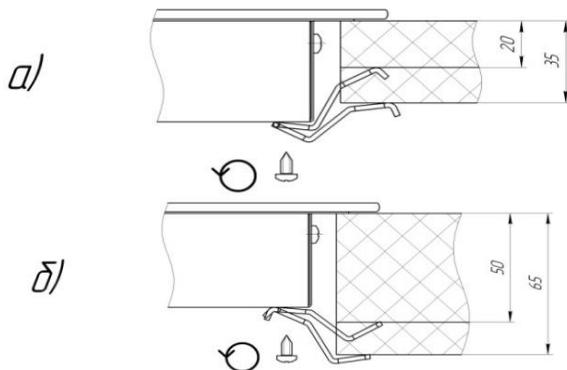

Рис. 4 Порядок установки варочной панели
3) Установка варочной панели производится в соответствии со следующими требованиями. Перед встраиванием прибора в столешницу с нижней стороны стеклянной панели необходимо приклеить уплотнитель, который прилагается в комплекте (Рис.4). Встраивание прибора без уплотнителя запрещено!
Вложите варочную панель в ранее подготовленное монтажное отверстие в столешнице, проверьте, чтобы уплотнитель плотно прилегал к столешнице равномерно по всему контуру. Для столешницы толщиной 20-35 мм расположите прижимную планку согласно Рис. 4а; для столешницы толщиной 50-65 мм расположите прижимную планку согласно Рис. 4б. Слегка прижмите панель к столешнице и закрепите прижимные планки самонарезающими винтами. Установите рассекатели, крышки и решётки горелок на место.